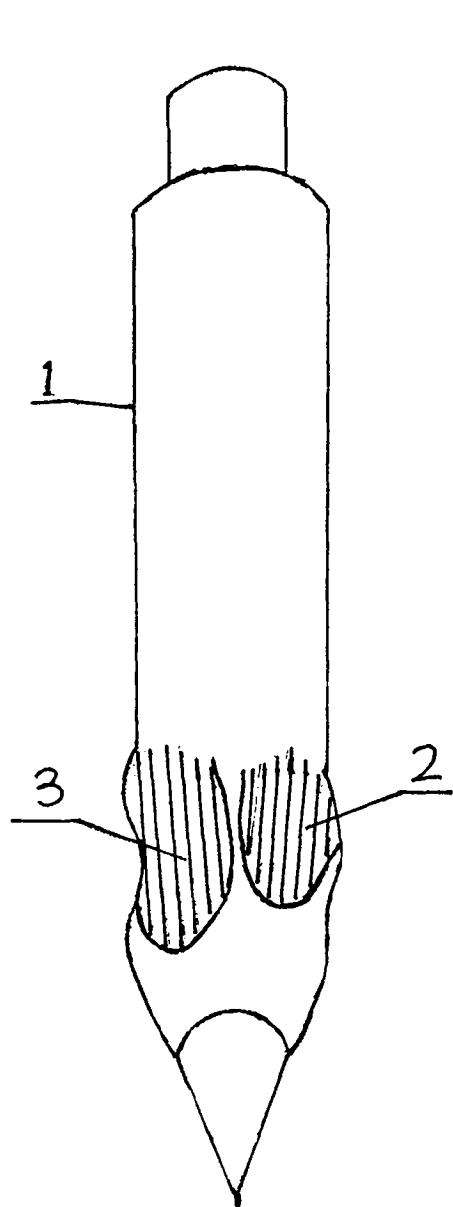
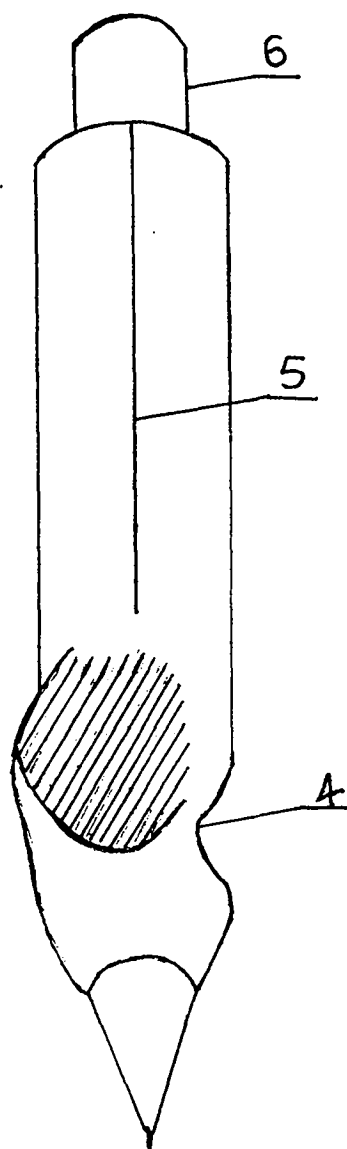

图 1
图 2
权利要求书 1 页 说明书 1 页 附图 1 页
[0008] 图 1 是本实用新型铅笔接长纠姿器正面结构示意图。
[0009] 图 2 是本实用新型铅笔接长纠姿器侧面结构示意图。
[0010] 请参见图 1,图 2,用橡胶等有弹性的材料,设计成一个能紧紧包裹铅笔的橡胶空芯圆柱体 (1),在橡胶空芯圆柱体 (1) 的握笔处下凹出大拇指握痕 (2)、食指握痕 (3)、中指握痕 (4),并标记出大拇指、食指和中指的握位,为了方便铅笔推入橡胶空芯圆柱体 (1) 内,在橡胶空芯圆柱体 (1) 的手指握痕上方开一条线形口子 (5),铅笔比较短时,用一根硬棒子 (6) 置于橡胶空芯圆柱体 (1) 内和短铅笔对接,增加橡胶空芯圆柱体 (1) 的硬度使写字更平稳。